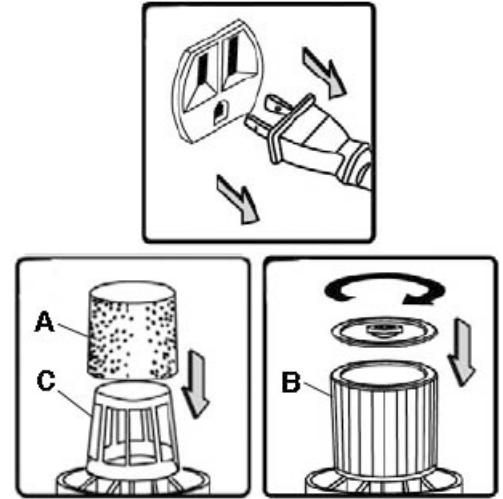

Figure 9
- 2) Retirez le couvercle/moteur assemblé de la cuve, pour usage normal, un filtre en mousse propre et sec devrait être installé. Si l'opération génère beaucoup de poussière, un filtre-cartouche propre et sec devrait être installé. Glissez le filtre en mousse (A) Fig.9 ou le filtre-cartouche (B) par-dessus la cage (C). Si vous désirez aspirer des matériaux secs, mais vous venez juste d'aspirer du matériaux humides, le filtre en mousse ou le filtre-cartouche doivent être nettoyés et séchés correctement, sinon ils s'obstruent et seront difficiles à nettoyer. Pour sécher un filtre rapidement, faites fonctionner l'aspirateur sans boyau durant cinq à dix minutes.